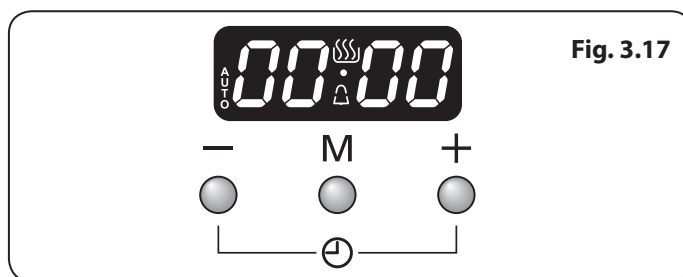

Fig. 3.17
1. L'horloge LCD est présentée en (Fig. 3.17). Une fois la cuisinière connectée et allumée, l'écran clignote (00.00) et l'heure débute à (00.00).